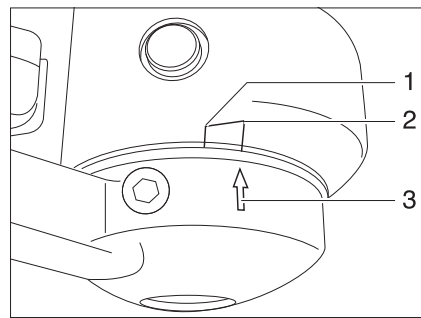

Fig. 164 Garnitures de friction
- Si la flèche se trouvant sur le disque de pression (Fig. 164,3) se trouve devant ou touche la zone témoin (Fig. 164,2), les garnitures de friction sont encore à l'état neuf.
- Si la flèche du disque de pression se trouve dans la zone témoin (Fig. 164,1 à 2), les coupelles de friction sont légèrement usées.
- Si la flèche du disque de pression se trouve à la fin de la zone témoin (Fig. 164,1) ou la dépasse, les coupelles de friction sont usées.